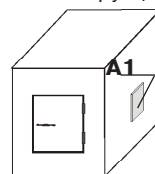

Рисунок 47 – Защита сейфа
2.5.7.1.6 Для установки извещателя на засыпном (бронированном) сейфе (рисунок 47), в т. ч. блоке хранения денег банкомата, очистить поверхность сейфа от декоративного покрытия на площади, необходимой для закрепления извещателя, приклеить извещатель к поверхности сейфа клеем типа «Супер Момент» (Henkel) или аналогичным ему, руководствуясь инструкцией по применению клея.